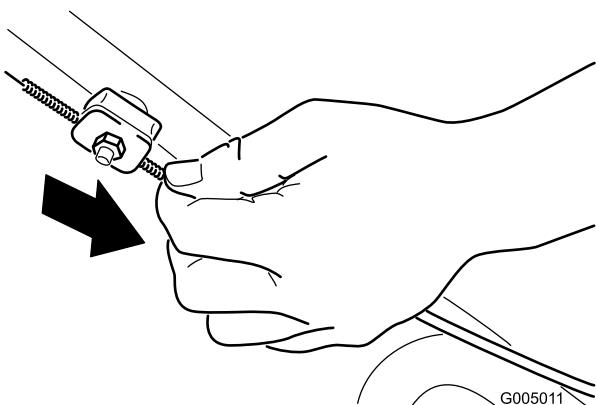

Figure 38
- Baissez la gaine du câble (vers la tondeuse) pour éliminer le mou du câble (Figure 38).